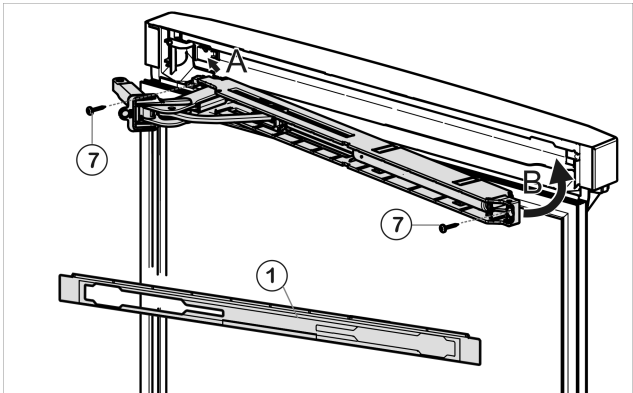

Fig. 56
- Encliqueter l'unité supérieure de l'amortisseur de fermeture avec l'articulation du côté charnière (A) et la guider pour la repositionner (B).
- Visser à fond l'unité de l'amortisseur de fermeture (2 vis Torx 15) Fig. 56 (7).